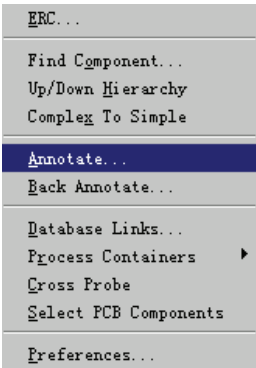
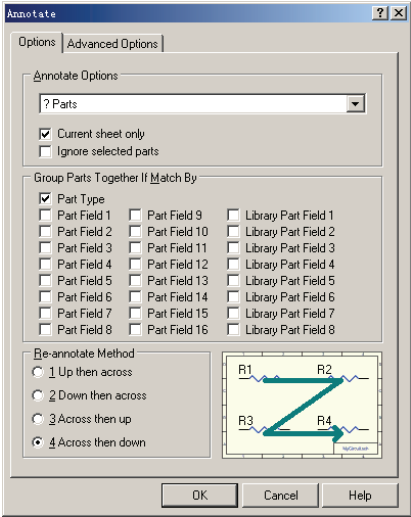

图 3-4 “Tools” 菜单
图 3-5 “Annotate” 对话框
- 2) 复制完电路图后，必须将各个电路图元器件进行编号，即设置元器件序号。选择“Tools”→“Annotate”命令（如图 3-4 所示）。弹出如图 3-5 所示的“Annotate”对话框。
其中，“Annotate Options”选项中，“?Parts”项是针对整个项目的；“Update Sheet Numbers”选项的功能是重新编排图号，此项必选。如果项目中元器件序号还没有编号的话，系统将自动给予编号。图 3-5 所示对话框的详细操作请参考第 2.10 节。
- 选择 “Tools” → “Up/Down Hierarchy” 命令，如图 3-4 所示。